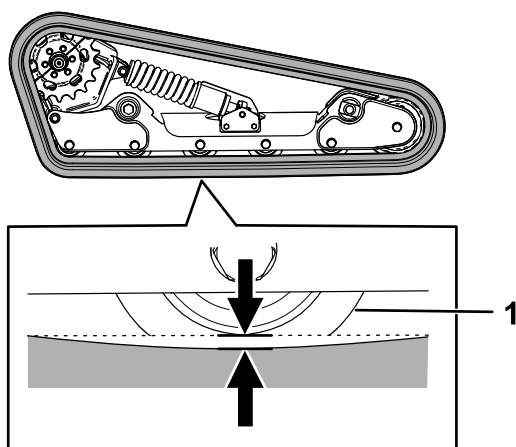

Figure 56
Levez/soutenez un côté de la machine et, en vous aidant du poids de la chenille, vérifiez qu'un espace de 12,5 cm existe entre le bas du rebord du galet de roulement et la chenille, comme montré à la Figure 56. Si ce n'est pas le cas, réglez la tension des chenilles comme suit :
5. Avec une clé à cliquet de ½ pouce, tournez la vis de tension jusqu'à obtention d'une flèche de 12,7 mm, comme montré à la Figure 56.
9. Vérifiez que la flèche est de 12,7 mm, comme montré à la Figure 56. Réglez au besoin.
20. Avec une clé à cliquet de ½ pouce, tournez la vis de tension dans le sens antihoraire jusqu'à obtention d'une flèche de 12,7 mm, comme montré à la Figure 56.
25. Vérifiez que la flèche est de 12,7 mm, comme montré à la Figure 56.